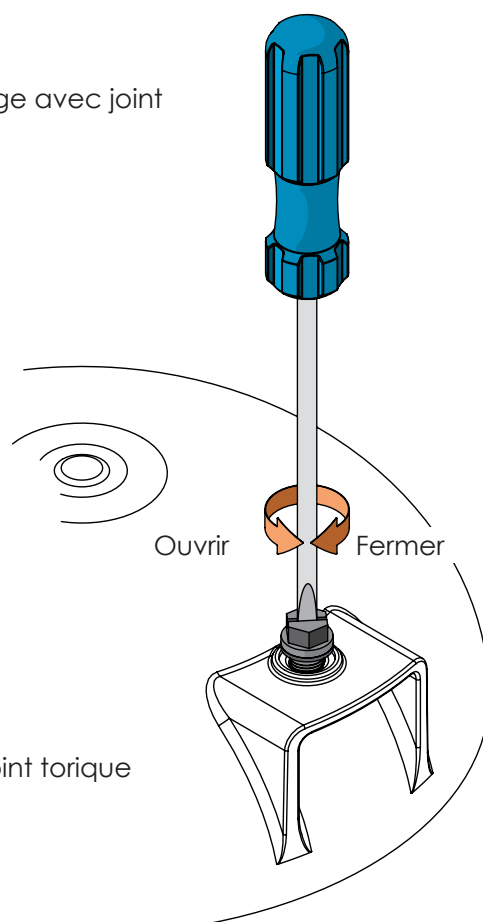

Figure 10
3. Le bouchon de vidange avec son joint doit être placé en position OUVERTE. (Voir Fig 10)